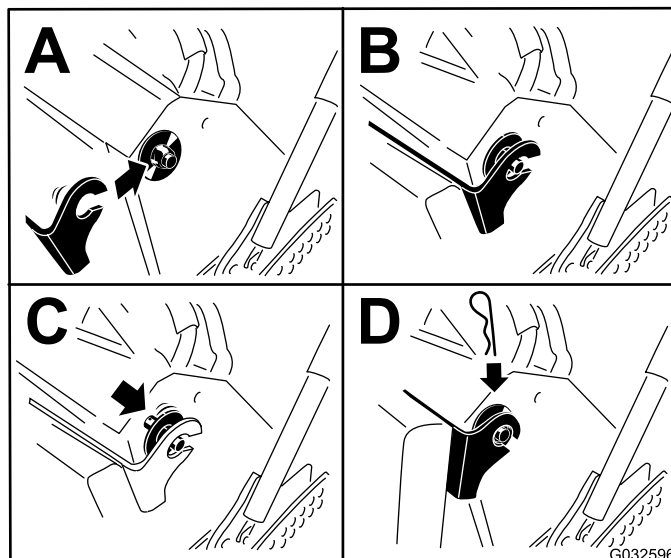

Figure 36
6. Relevez le coussin et engagez-le sur les goupilles de chaque côté de la machine (Figure 36).
7. Glissez les grandes rondelles et les douilles en plastique dans les supports du coussin et fixez-les en place avec une goupille fendue (Figure 36).